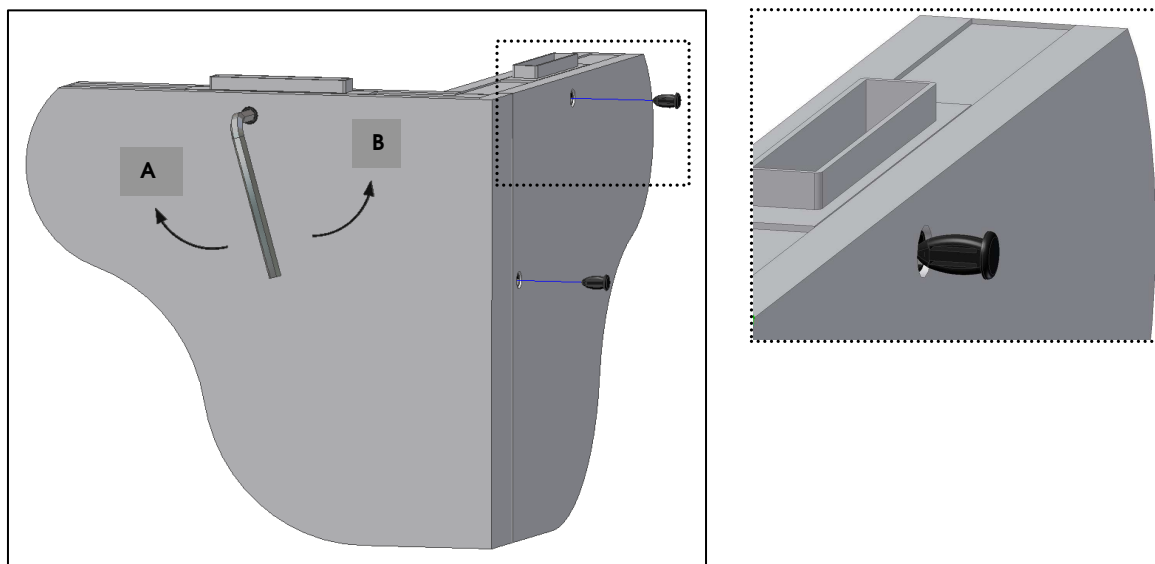

Fig. 10
- Tourner le tourne vis dans le sens des aiguilles d'une montre jusqu'à ce que ça s'arrête (Fig.10 – Position **A**).
- Tourner le tourne vis dans le sens contraire jusqu'à serrer (Fig.10 – Position **B**).
- Après avoir serré, placer **les caches** dans les trous (Fig. 10).